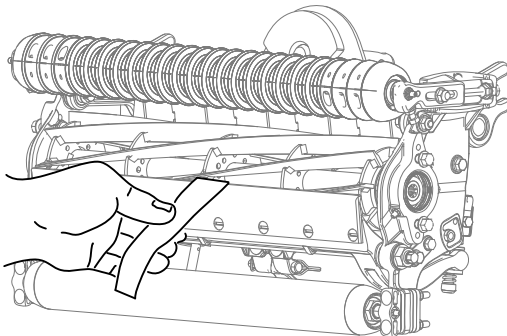

Bild 7
2. Testen Sie die Schnittleistung, indem Sie einen langen Streifen des Schnittleistungspapiers (Toro Bestellnummer 125-5610) senkrecht zum Untermesser zwischen die Spindel und das Untermesser legen (Bild 7). Drehen Sie die Spindel langsam vorwärts; das Papier sollte geschnitten werden.